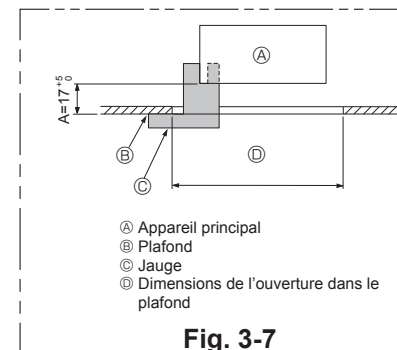

Fig. 3-7
- S'assurer que le point A s'effectue dans une fourchette allant de 17 à 22 mm. Le non respect de cette marge pourrait être à l'origine de certains dégâts. (Fig. 3-7)